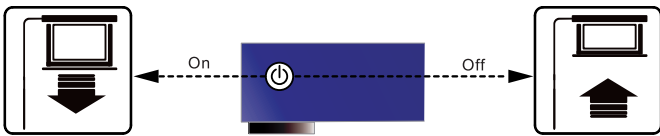

图 17
- 3. 当您打开投影机时，银幕会同步自动展开幕布，关掉投影机时，银幕会同步自动回收幕布。（如图 17）